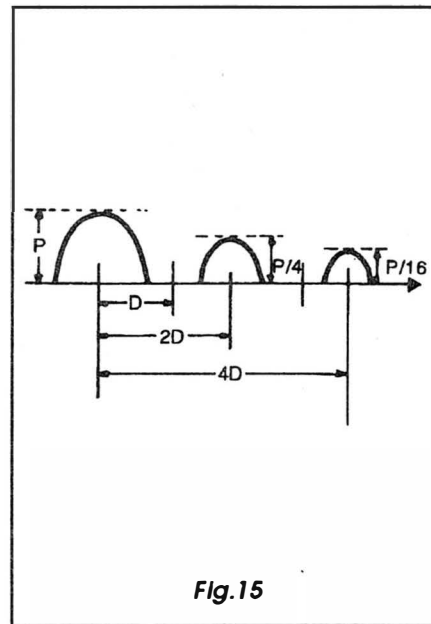

Fig. 15
- FIG. 15 - INTENSIDADE VERSUS DISTÂNCIA, NA PROPAGAÇÃO DO SOM... -